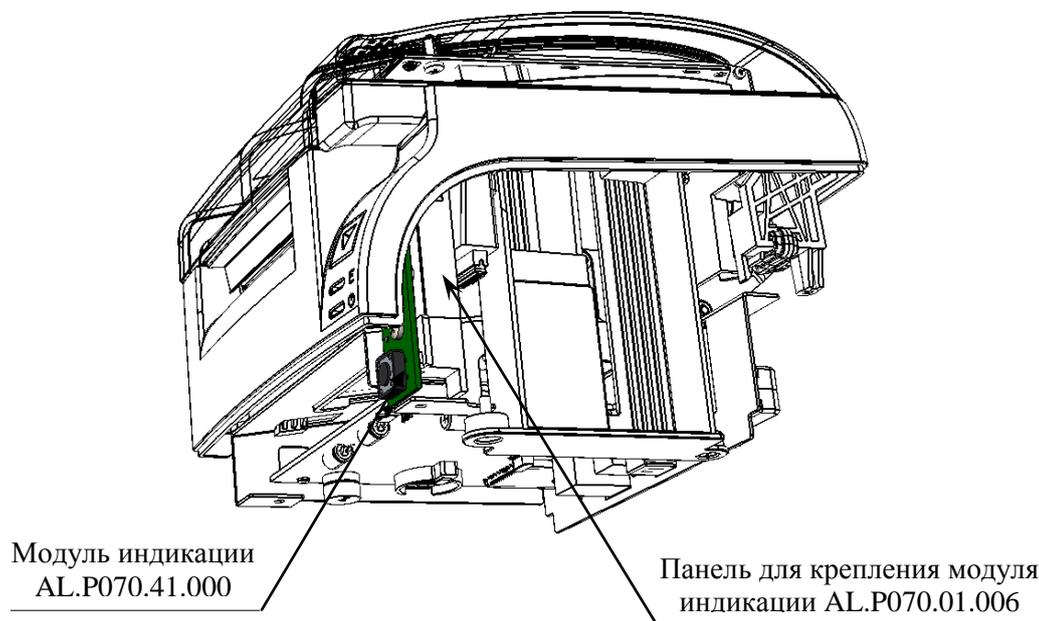

Рисунок 20. Расположение модуля индикации в корпусе изделия.
- **Модуль индикации** устанавливается в верхней части корпуса изделия, крепится к панели модуля индикации AL.P070.01.006 (смотрите рисунок 20).